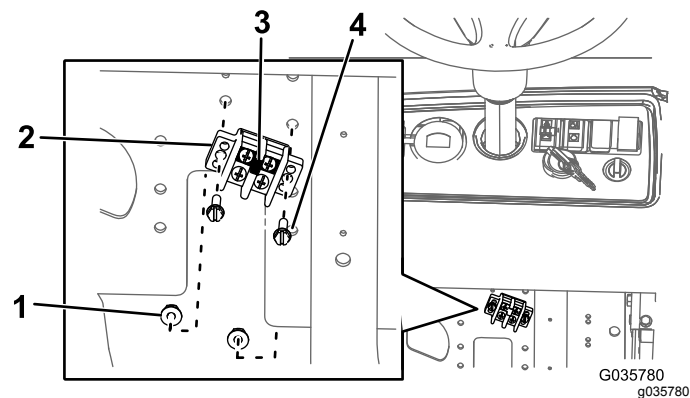

Figura 14
A. Instale la franja de puente al bloque de terminales de tierra (Figura 14).
B. Instale el bloque de terminales a tierra a la chapa de montaje con 2 pernos (Nº 10 x ¾") y 2 tuercas (Nº 10), tal y como se muestra en la Figura 14.